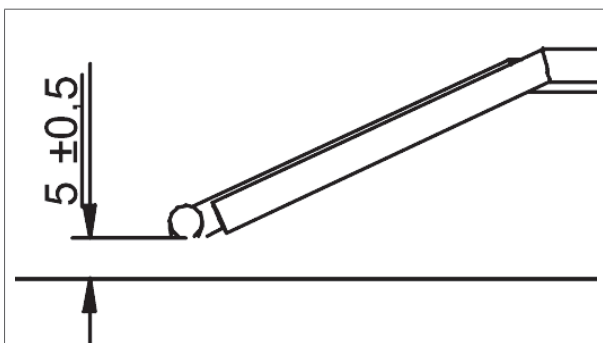

Abbildung 26 - Abstand zwischen der Elektrode und dem Brenner
- a. Der Abstand zwischen Elektrode und Brenner muss $5,0 (\pm 0,5)$ mm (Abb. 26) betragen.